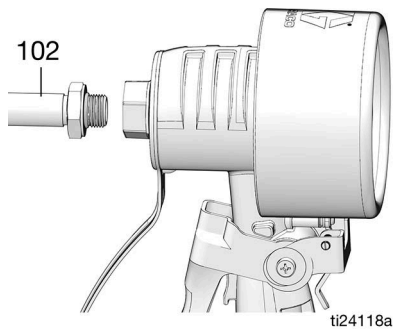

FIG. 5
- b. Enrosque la extensión (102) en el alojamiento del medidor, como se observa en la FIG. 5, hasta que toque fondo.